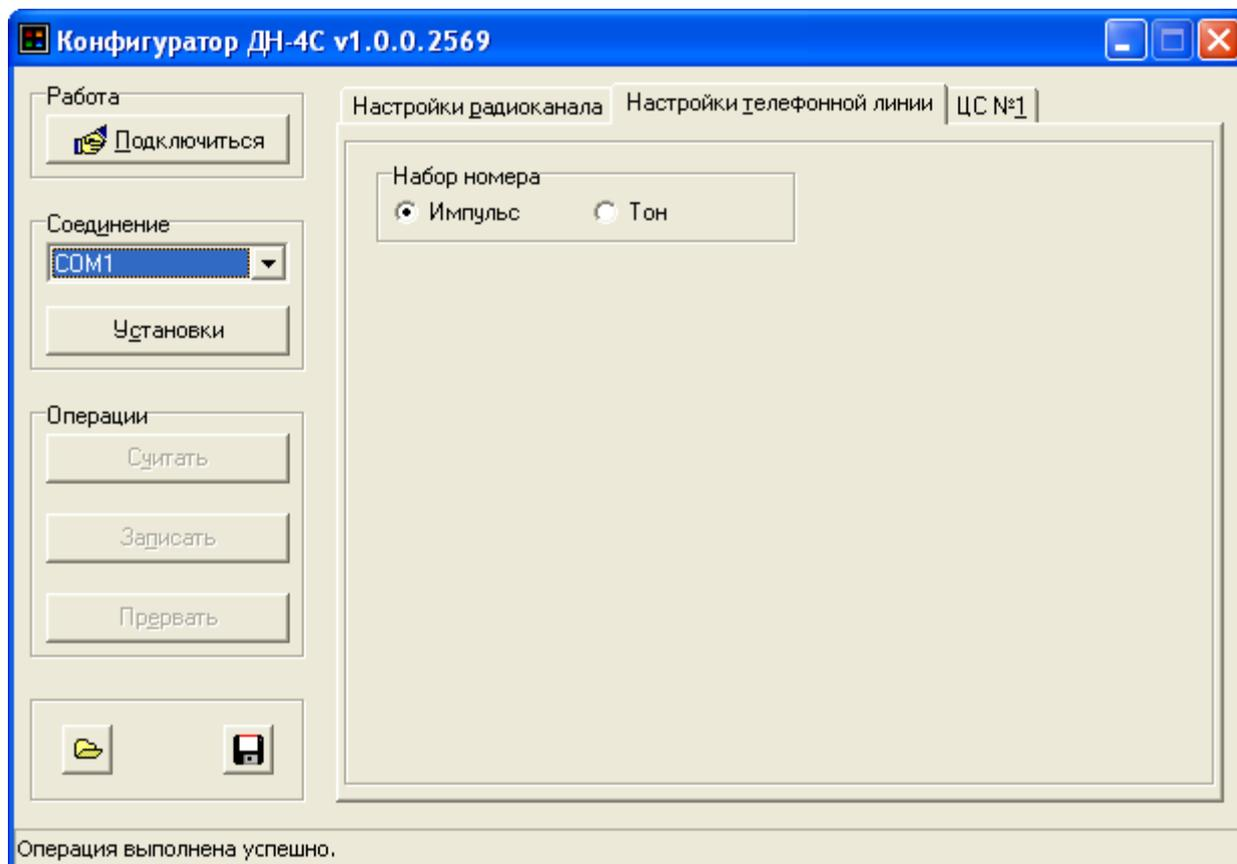

Рисунок 14 - Настройки телефонной линии
2.2.16 В окне конфигуратора на вкладке «Настройки телефонной линии» (рисунок 14) выберите способ набора телефонного номера (Импульс или Тон).